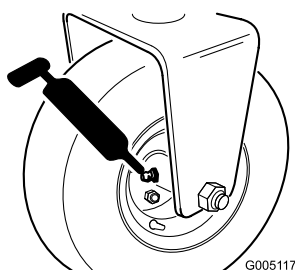

Figure 39
- Roues libres à rouleaux et roulements à billes extérieurs des roues arrière (1) (Figure 39).